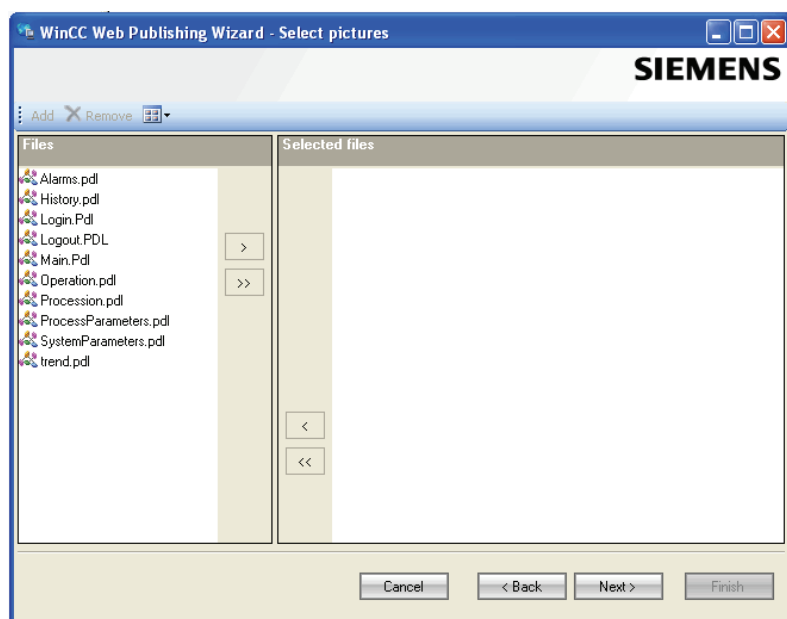

图 15-20 “WinCC Web Publishing Wizard-Select pictures” 对话框
6) 在“WinCC Web Publishing Wizard-Select pictures”对话框中，单击“>>”按钮选择全部文件，如图 15-20 所示。